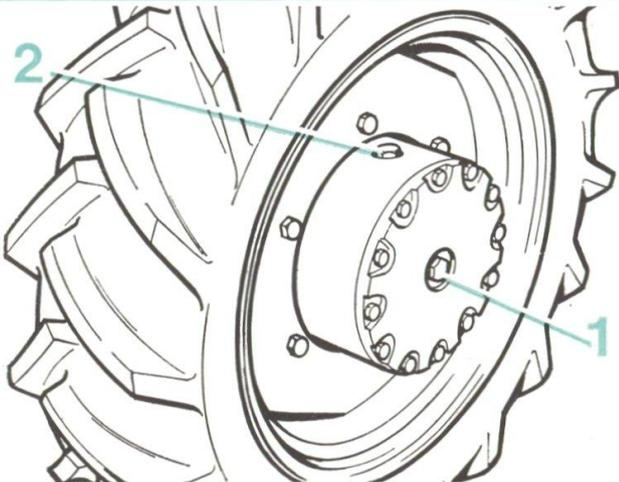

FIG. 92
Après avoir fait tourner le réducteur de façon à maintenir le bouchon (2) en position haute (fig. 92), faire le plein à l'aide de 1,75 litre d'huile **FIAT AMBRA 20 W-40** ; l'huile doit affleurer au niveau de l'orifice central.